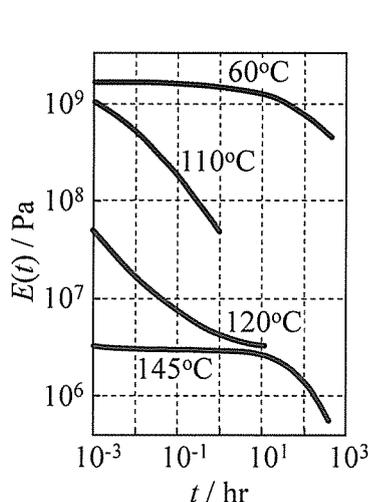
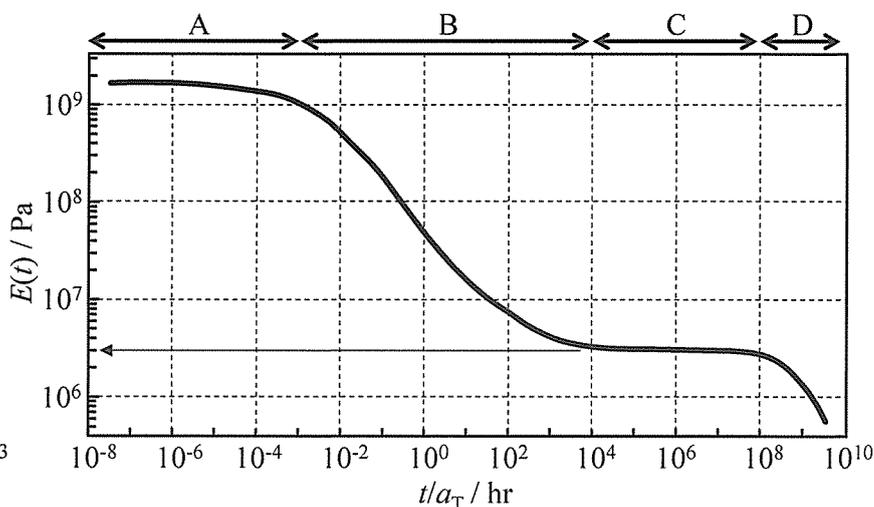

図1
図2
I 非晶性の線状高分子 X の短冊状試料を用い、温度一定で微小変形を与え、その変形を保ち続けた時に力 f が時間 t とともにどのように変化するかを測定し、緩和弾性率 $E(t)$ を求めた。図1には、図中に示す各温度で測定した $E(t)$ の t 依存性を示す。異なる温度で得られた $E(t)$ の曲線を、110°Cを基準温度として、あ と呼ばれるパラメーター a_T を用いて横軸（時間軸）に沿ってシフトさせる、い を適用することで、各曲線はお互いに重ね合わせることが出来、図2に示すマスターカーブを得た。
(1) 上の問題文中の空欄 あ , い に当てはまる適切な語を記せ。
(2) 図1に示した110°Cでの $E(t)$ の測定では、長さ 50.0mm、断面積 5.0mm² の短冊状試料を時間ゼロで 50.5mm に延伸し、この変形を固定したまま、力 f を測定した。 $t = 1.0 \times 10^{-3}$ hr で測定された f の値を求めよ。なお、断面積は変形によって変化しないものとみなしてよい。
(3) 図2に示すA～Dの時間域について、それぞれの名称と、高分子鎖がどのような分子運動を行っているかについて、以下の空欄に当てはまる語を記せ。
(4) 図1から図2を得る際、120°Cと145°Cのデータを、それぞれ長時間方向に 10^3 と 10^7 シフトした。WLF式と呼ばれる、 a_T と温度 T との関係式、 $\log a_T = -[C_1(T - T_s)]/[C_2 + (T - T_s)]$ が成り立つと仮定し、110°Cを基準温度 T_s とした時のWLF式におけるパラメーター C_1 、 C_2 を求めよ。
(5) 基準温度が 145°C の時に得られるマスターカーブを、問(3)の各時間域が現れる時間に留意し、図 2 を参考になるべく正確に図示せよ。
(6) 図 1 で用いた高分子 X の 32 倍の分子量をもつ試料を用いて、同様の操作を行った。基準温度 110°C で得られるマスターカーブを、問(3)の各時間域が現れる時間に留意し、図 2 を参考になるべく正確に図示せよ。なお、最長緩和時間 τ_m と分子量 M の間には $\tau_m \propto M^{3.4}$ が成り立つとせよ。必要であれば、次の近似値を用いてもよい。 $2^{10} \approx 10^3$, $2^{17} \approx 10^5$, $2^{23} \approx 10^7$ 。
(7) 分子量が大きくなると問(6)のようにマスターカーブが変化する理由を、高分子の分子運動の観点から説明せよ。
(8) 問(3)の C の時間域における $E(t)$ の値 E_N と、未架橋高分子の 点間分子量 M_e の間には、 $E_N = 3\rho RT/M_e$ の関係がある (空欄には問(3)中の空欄 オ の語が入る。 ρ は試料の密度、 R は気体定数、 T は絶対温度)。高分子 X の M_e を、図 2 中の細線の矢印で示す E_N の値を用いて、有効数字 2 桁で算出せよ。なお、必要であれば次の値を用いよ。気体定数 $R = 8.3 \text{ (Pa}\cdot\text{m}^3)/(\text{K}\cdot\text{mol})$ 、高分子 X の $\rho = 1.20 \text{ g/cm}^3$ 。
(9) バネとダッシュポットを直列につないだマックスウェル模型について、時間 $t=0$ で一定の微小ひずみを与え、そのひずみを保ち続けたときの $E(t)$ の時間依存性は、以下のように求めることが出来る。空欄 (i)~(ix) に当てはまる数式を記せ。